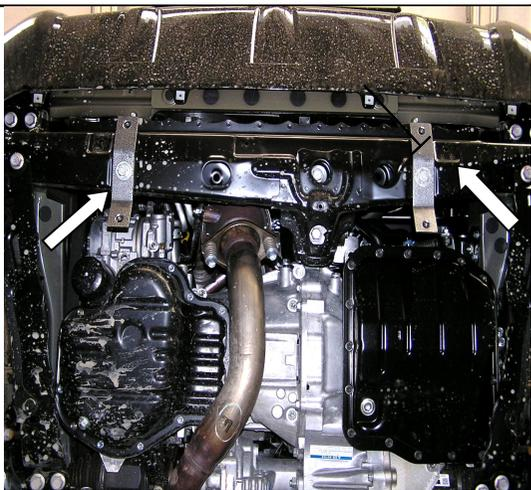

рис.1
2. Завести планки 5 над отверстиями передней части подрамника двигателя и закрепить кронштейны 2 болтами 7(справа) и 8(слева) рис.1,2.